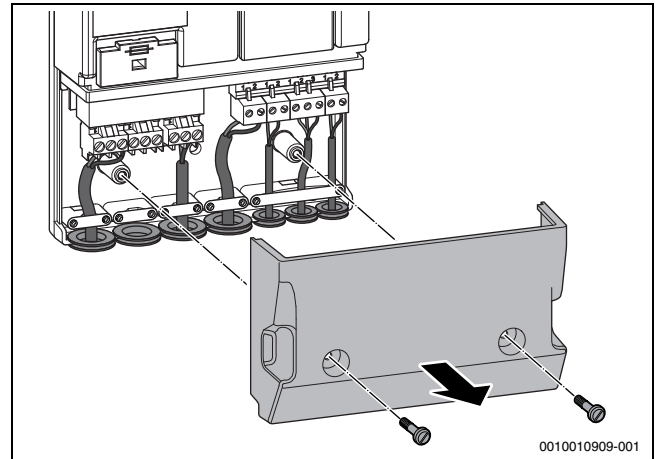

Bild 28 Funktionsmodul öffnen
- ▶ Abdeckung des Funktionsmoduls entfernen (→Bild 28).